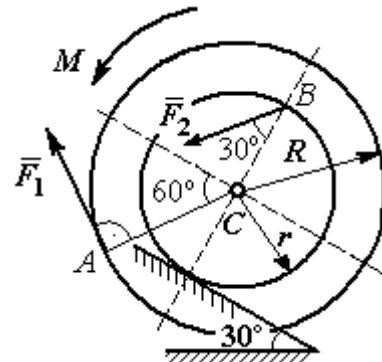

Рис. 5.19. Схема движения барабана по наклонной плоскости
**Задача 60.** Барабан весом  $G$ , радиусом  $R$  имеет цилиндрический выступ радиусом  $r$  (рис. 5.19). Барабан скатывается по наклонной плоскости с углом наклона  $30^\circ$ , опираясь на неё поверхностью выступа. К барабану приложены постоянные силы  $\vec{F}_1$  и  $\vec{F}_2$ . Сила  $\vec{F}_1$  направлена по касательной к поверхности барабана. Сила  $\vec{F}_2$  действует под углом  $30^\circ$  к диаметру барабана, перпендикулярному наклонной плоскости. В начальный момент времени барабан приведён в равновесие парой сил с моментом  $M$ .